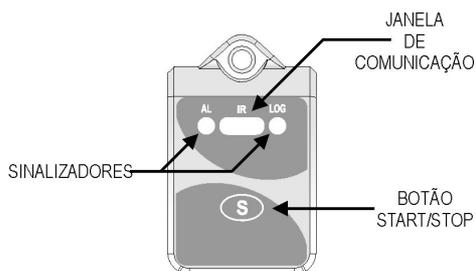

Figura 01 – Frontal del Registrador
- **Inmediato:** inicio inmediato, así que la configuración es concluida y enviada (OK) al registrador.
- **Vía Botón de Start/Stop:** inicia y interrumpe las adquisiciones con el presionar por dos segundos del botón Start/Stop, localizado en el frontal del registrador. Ver Figura 01.